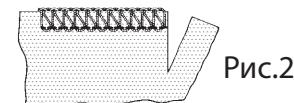

Рис.2
- ПРИМЕЧАНИЕ:** При обмётке и одновременной обрезке срежьте ткань вдоль линии новой строчки примерно на 3 см, прежде, чем повернуть ткань (Рис.2).
3. Проденьте шнур через переднее или заднее отверстие (в соответствии с желаемым результатом (Рис.2 и 3) прижимной лапки и протяните его под заднюю часть лапки.
ДЛЯ СШИВАНИЯ ПЛЕЧЕЙ ИЛИ РУКАВОВ, протяните шнур через переднее отверстие, убедившись, что он зафиксирован между левой и правой верхними нитями, так как он направлен через переднее отверстие (Рис.2).